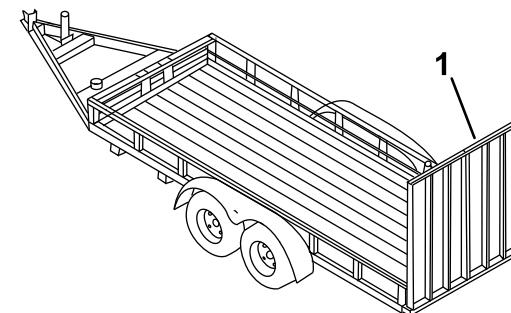

Figure 20
**Le chargement ou le déchargement de la machine sur une remorque ou un camion augmente le risque de basculement, et donc de blessures graves ou mortelles (Figure 20).**